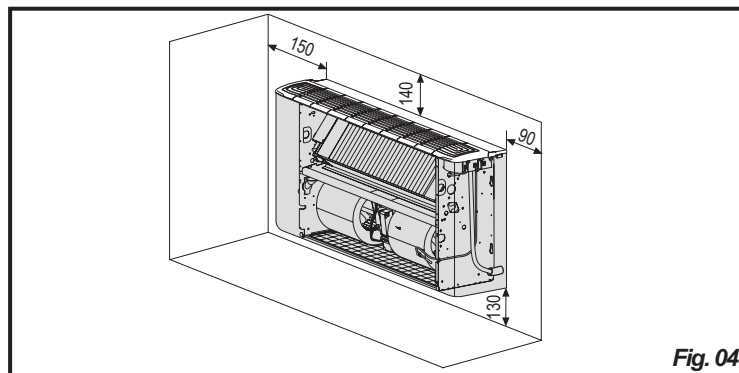

Fig. 04
- 1) tillräckligt med utrymme finns för att utföra installationen samt utrymme för service- och underhållsarbeten (se fig. 04);